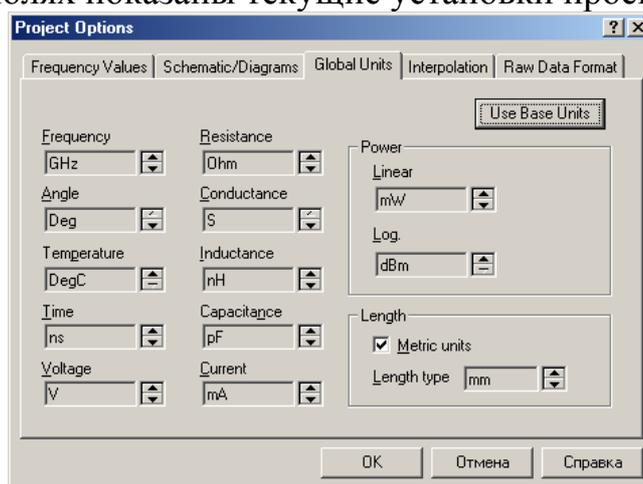

Рис. 1.8. Окно задания размерности величин
**Установка размерности физических величин** для установки или изменения размерности физических величин выполните команду **Options — Units**. На экране появится окно *Global Units*, изображенное на рис. 1.8, в котором в соответствующих полях показаны текущие установки проекта.